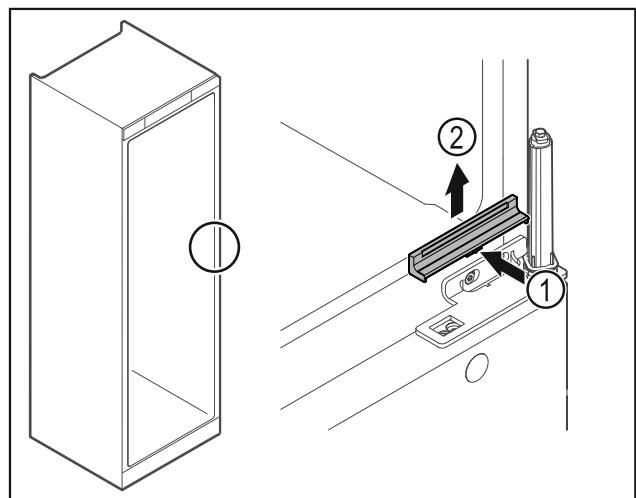

Fig. 31
- Trykk dekselet Fig. 31 (1) litt inn på midten, og trekk det opp og av Fig. 31 (2).